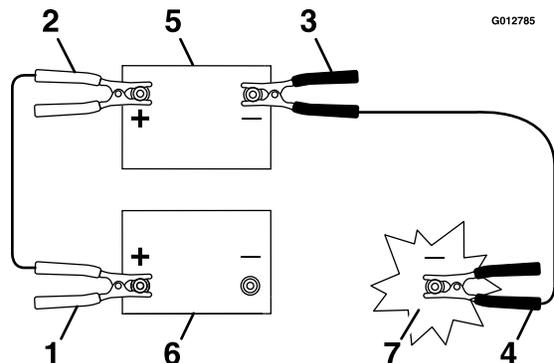

Рисунок 65
5. Подсоедините положительный (+) кабель к положительной (+) клемме аккумулятора, которая соединена со стартером или электромагнитом, как показано на Рисунок 65.